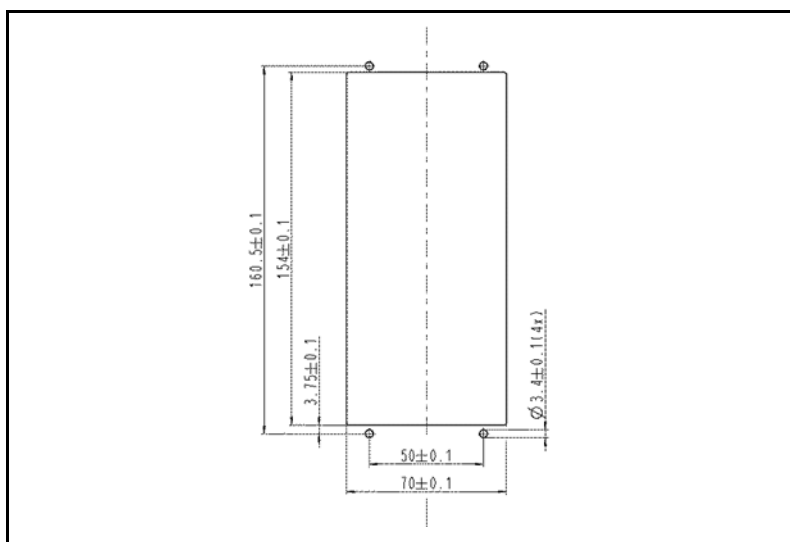

Fig. 3 : Dimensions pour le montage du contrôleur de vide
- Évidement présent dans le boîtier (voir Tab. 3 et Fig. 3)